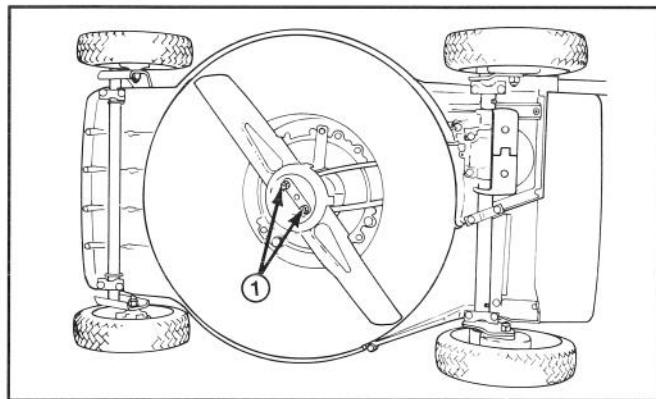

Figure 22
3. Basculer la tondeuse sur son côté droit (fig. 22). Éviter de faire tourner les lames, ce qui risquerait de créer des problèmes de démarrage.
5. DÉPOSE DE LA LAME—saisir l'extrémité de la lame avec un chiffon ou un gant épais. Retirer les 2 contre-écrous, les 2 rondelles, la coupelle anti-déchets et les 2 écrous de lame (fig. 22 et 24).